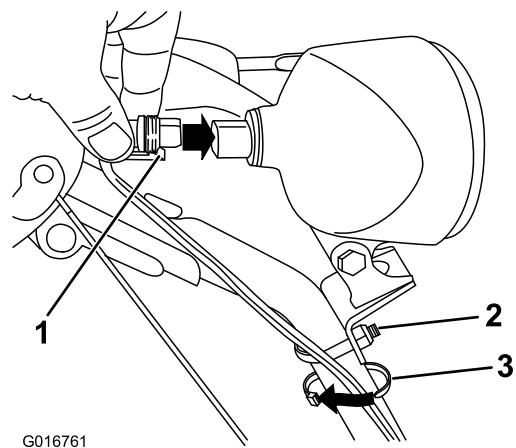

Bild 17
1. Setzen Sie den Kabelanschluss am losen Ende des Kabels gerade hinten in die Scheinwerfereinheit ein, bis er fest sitzt (Bild 17).
Hinweis: Achten Sie darauf, dass der Kunststoffclip am Kabelanschluss unten ist (Bild 17).
- Befestigen Sie eine Kabelbinde (von den losen Teilen) ungefähr 2,5 cm unter der U-Schraube um das Kabel und den Griff (Bild 17).